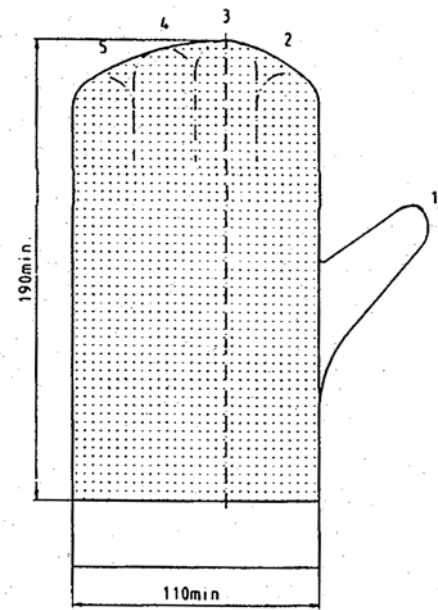

Figura 2: DISEÑO B
- Guantes de la mano izquierda: El área protectora requerida corresponde a todo el dorso de la mano, incluyendo los dedos, excepto el pulgar, y se muestra en la figura 2.